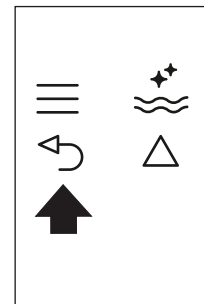

Fig. 25
- ▶ Appuyez sur l'icône ↶ (B6) (Fig. 25) deux fois pour sortir du menu.